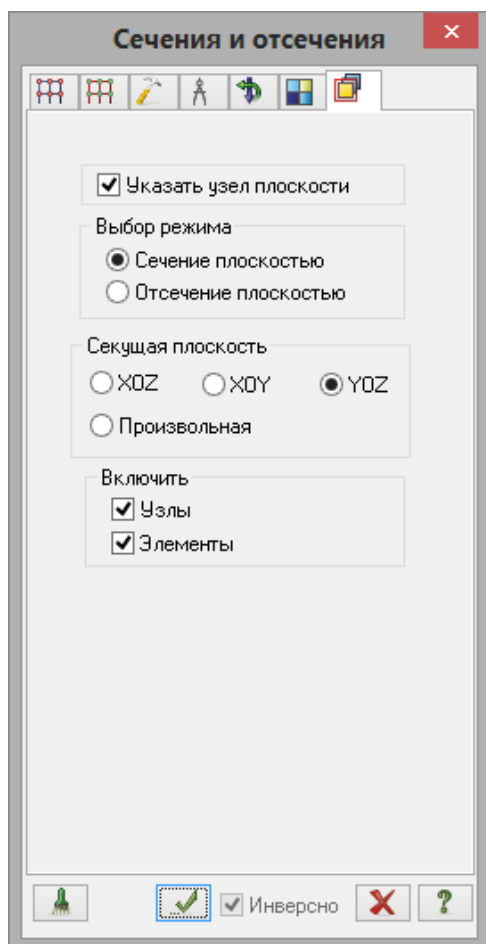

Рис.4.18. Диалоговое окно **Сечения и отсечения**
- В диалоговом окне **Фильтр для элементов** перейдите на предпоследнюю закладку **Сечения и отсечения** (рис.4.18).